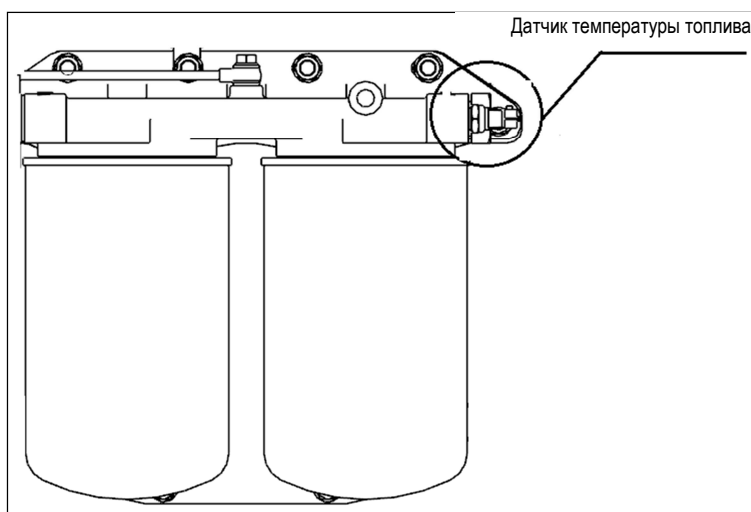

Рис. 2-17 Датчик температуры топлива
(4) Датчик температуры топлива, см. рисунок 2-17. Датчик температуры топлива используется для передачи сигнала в ЭБУ для расчета и управления количеством впрыскиваемого топлива.